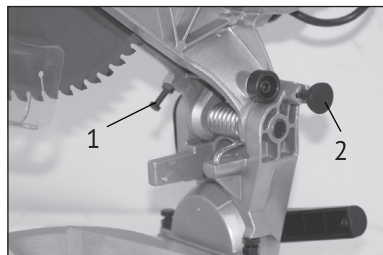

рис.6
-при необходимости, регулировка глубины пропила осуществляется специальным регулировочным болтом (рис.6 поз.1).
-для облегчения транспортировки пилу следует сложить в транспортировочное состояние. Для этого следует полностью опустить режущий блок пилы и зафиксировать его в нижнем положении с помощью стопорной шпильки (рис.6 поз.2). Закрепите поворотное основание с помощью фиксирующей рукоятки;